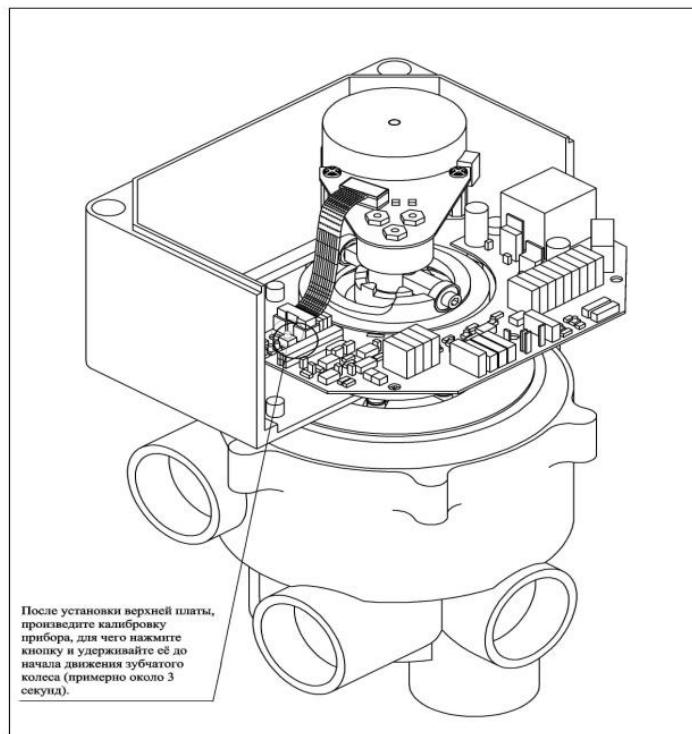

Рис. 6
- 1.4.5.** Надеть плату энкодера (см рис.1.2, поз.6) на вал (см рис.1.2, поз.1) и прикрутить двумя винтами M3x5 из комплекта прибора (см. рис. 6). Подключите интерфейсный кабель (см. схему 1.3), вставьте разъём на шлейфе от верхней платы в соответствующий разъём на нижней плате, прикрутите верхнюю плату к соответствующим опорным стойкам.
Правильно собранный узел выглядит следующим образом (рис. 6, 1):